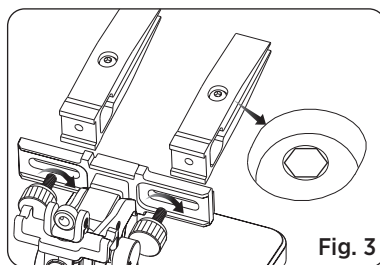

Fig. 3
**Wskazówka:** Upewnij się, że śruby mocujące na uchwytach są skierowane do góry. (Patrz Fig. 3)